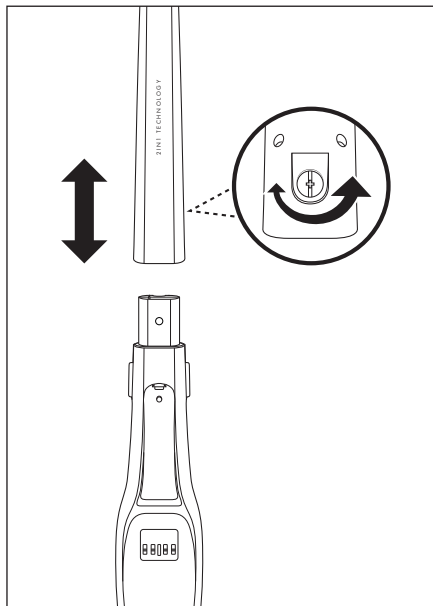

Fig. 1
- 2) Introduceți mânerul 10 în suportul mânerului de pe aparat. Împingeți mânerul 10 complet în suport, până ce se fixează pe aparat. (fig. 1).
- 3) Introduceți șurubul 11 din nou în locașul situat pe spatele mânerului 10. Strângeți șurubul 11 rotind o șurubelniță în sens orar (fig. 1).